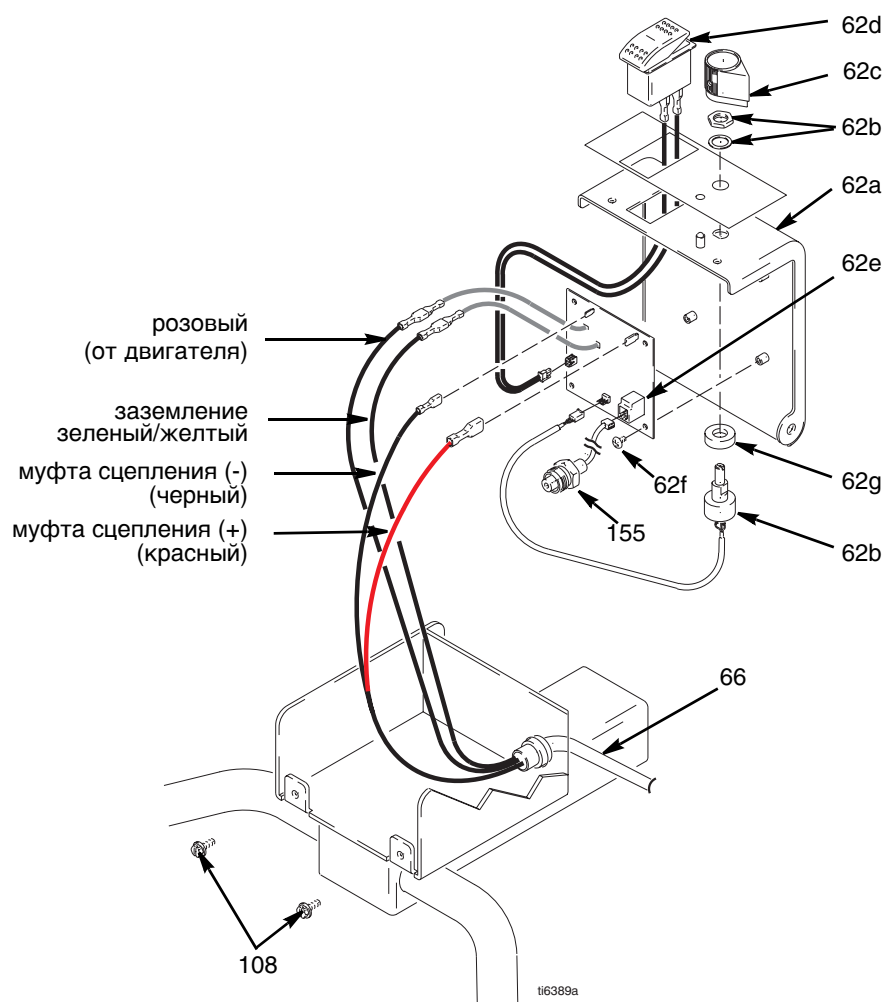

Рис. 14
2. Рис. 14. Выкрутите два винта (108) и откройте крышку (62a).
2. Рис. 14. Выкрутите два винта (108) и откройте крышку (62а)
3. Отсоедините провода двигателя и заземления от жгута проводов (66).
- Провод от датчика (155)
1. Рис. 14. Установите блок управления (62е) и закрепите его четырьмя винтами (62f).
4. Закройте крышку (62а) и закрепите двумя винтами (108).
2. Рис. 14. Выкрутите два винта (108) и откройте крышку (62а).
3. Отсоедините провод датчика (155) от платы управления (62е).
4. Протяните разъем датчика через втулку сброса натяжения (151).
5. Извлеките датчик и уплотнительное кольцо (99) из корпуса фильтра (67).
1. Рис. 14. Установите уплотнительное кольцо (99) и датчик (155) в корпус фильтра (67). Затяните с усилием 47 - 61 Нм.
2. Рис. 14. Установите потенциометр, оси, шайбу Гровера и ручку потенциометра (62с).